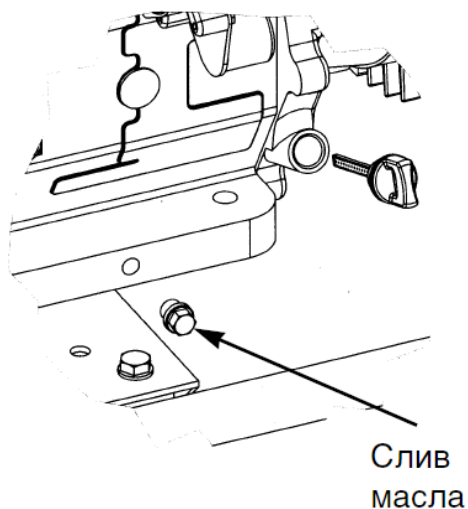

Рис. 5 «Слив масла»
1. Вывинтить щуп-пробку из горловины картера, см. также рис. 5. Опустить в горловину сухой, чистый щуп и вытащить его – край смоченной маслом области должен располагаться между отметками минимального и максимального допустимого уровня.